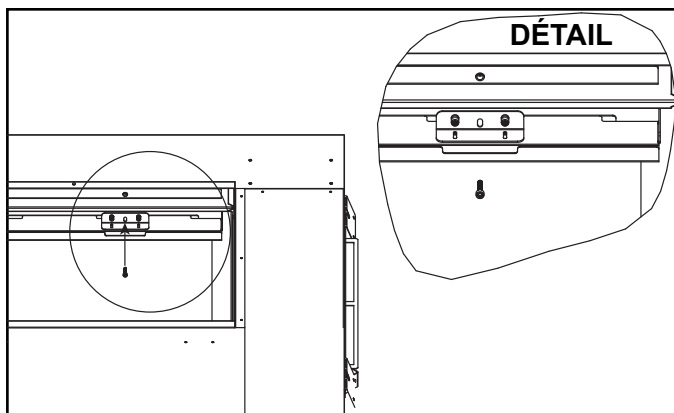

Figure 4.8 Installation de la barre de maintien de la vitre
- Pour mettre en place le dispositif de retenue de la vitre, enflez soigneusement les vis, qui ont été retirées des écrous à l'étape 2, dans le trou central du dispositif de fixation de chaque côté. Voir la figure 4.8. Veillez à ne pas croiser le filetage de la vis. Une fois que les deux vis sont correctement alignées et partiellement installées, elles peuvent être installées complètement.